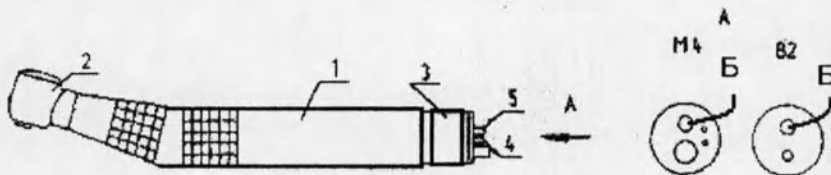

Рисунок 1
Наконечник состоит из следующих узлов (рис.1): корпуса (1), головки (2), соединителя (3), узла охлаждения (4), трубки подвода рабочего воздуха (5).
10.2 Смазать наконечник путем закапывания 8-10 капель масла индустриального И-5А ГОСТ 20799-88 в трубку подачи рабочего воздуха (5) (отверстие «Б», см. рис.1), допускается использование аналогов указанного масла.
10.9 По окончании работы протереть наконечник дезинфицирующим раствором и закапать 2-3 капли масла индустриального в трубку подачи рабочего воздуха (5) (отверстие «Б», см. рис.1).